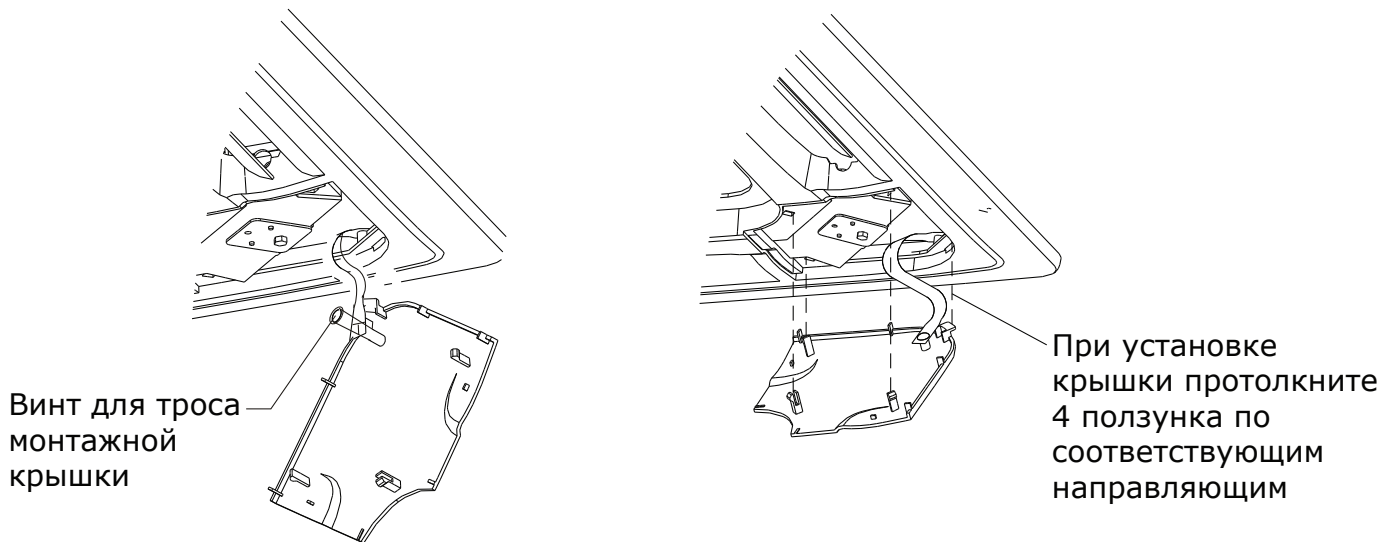

Рис. 5
- а) Закрепите трос монтажной крышки за болт монтажной крышки (см. рис. 5 стр. 12).
- б) Слегка вдавите монтажную крышку в панель (см. рис. 5 стр. 12).